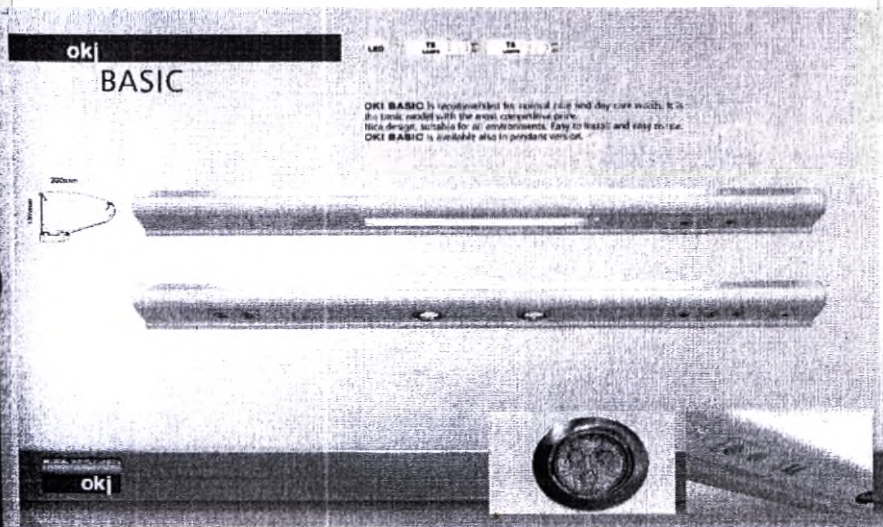

Рисунок 3.
Для создания комфортного дневного и ночного освещения (Рисунок 3).
10. Лампа неоновая (не более 20 шт.). Для освещения, устанавливается в светильники, как базовых моделей, так и любых других, а также в аксессуар OKI LED (Рисунок 3,16).
11. Лампа светодиодная (не более 20 шт.). Для освещения, устанавливается в светильники, как базовых моделей, так и любых других, а также в аксессуар OKI FLUO. (Рисунок 3,17,20).